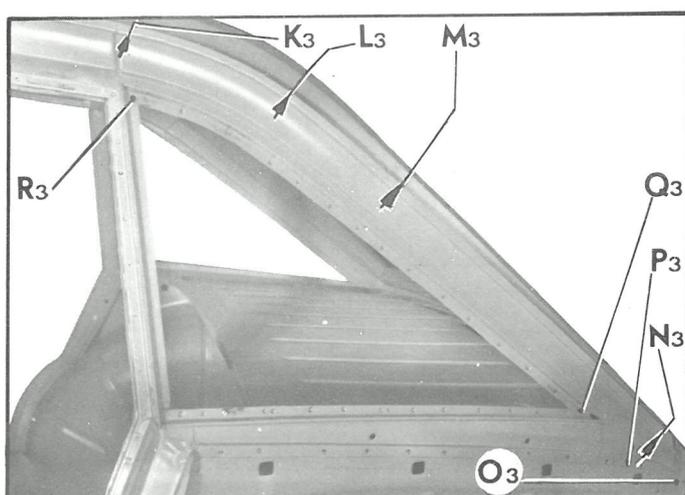

Fig. 19
- en K₃ N₃ (fig. 19)
- en O₃ P₃ (fig. 19)
- en Q₃ R₃ (fig. 19)